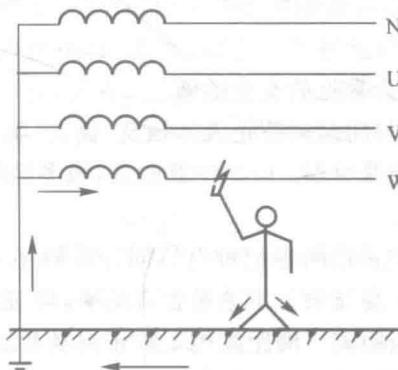

图 1-1 单相触电示意图
(1) 单相触电。单相触电是指人体的某一部分触及带电设备或线路中的某一相导体时，当一相电流通过人体经大地回到中性点时，人体承受的相电压，如图 1-1 所示，绝大多数触电事故都属于这种形式。